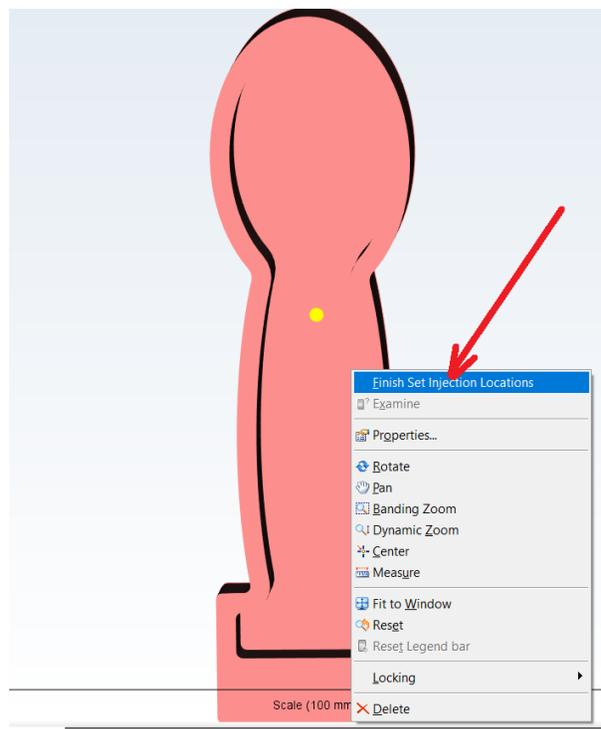

Figura 6.18 Terminar proceso de colocación de puntos de inyección.
- Dar click derecho en la pieza y seleccionar **Finish set injection locations** (Figura 6.18).